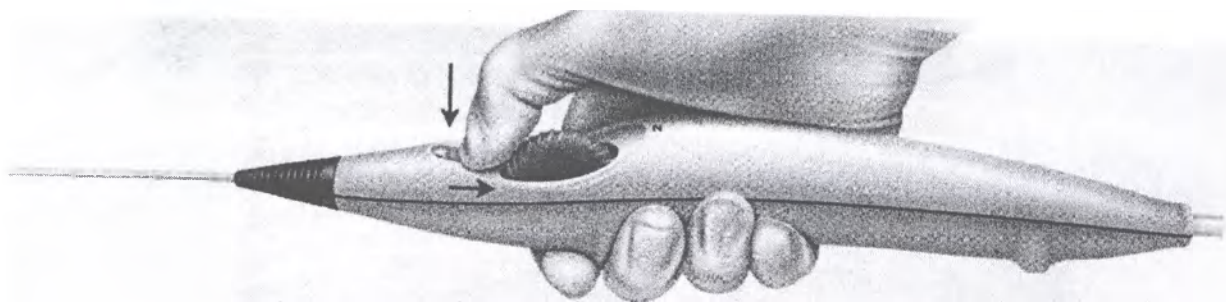

Рисунок 6. Разблокировка ползункового предохранителя
- Разомкните ползунковый предохранитель, потянув его назад в сторону колесиков от заблокированного положения к разблокированному. Убедитесь в том, что ползунковый предохранитель красного цвета полностью оттянут назад (рис. 6).